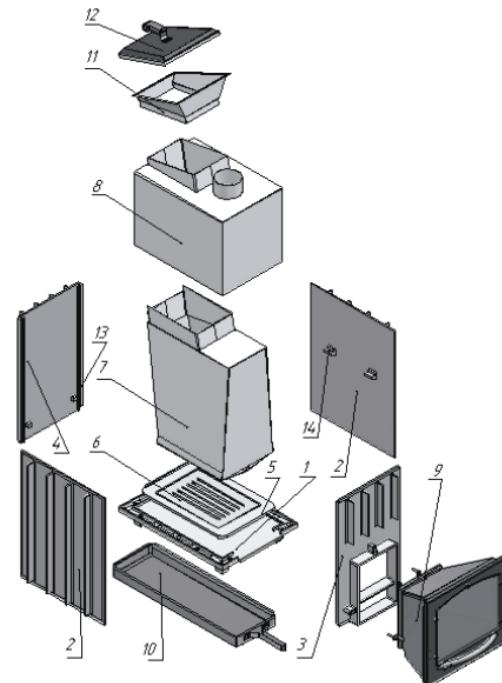

Рис.1. Схема сборка печи
5.2. В соответствии с определенной осью дымохода (см. п.6, п.7) и требованиями раздела 4 Настоящего Руководства, на подготовленном месте в парной установить основание (1) (см.рис.1).